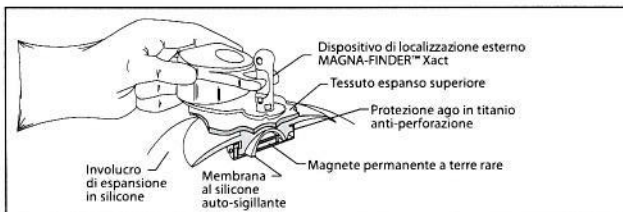

FIGURA 2:
- Tutte le unità di iniezione sono autosigillanti con protezione in titanio per l'ago per impedire la perforazione accidentale della base dell'unità stessa (vedere Figura 2).